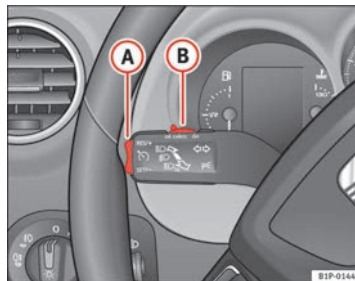

Fig. 131 Palanca de intermitentes y de luz de carretera: conmutador y tecla basculante para el regulador de velocidad
- Mueva el mando ➔ fig. 131 **B** hacia la izquierda hasta la posición **ON**.